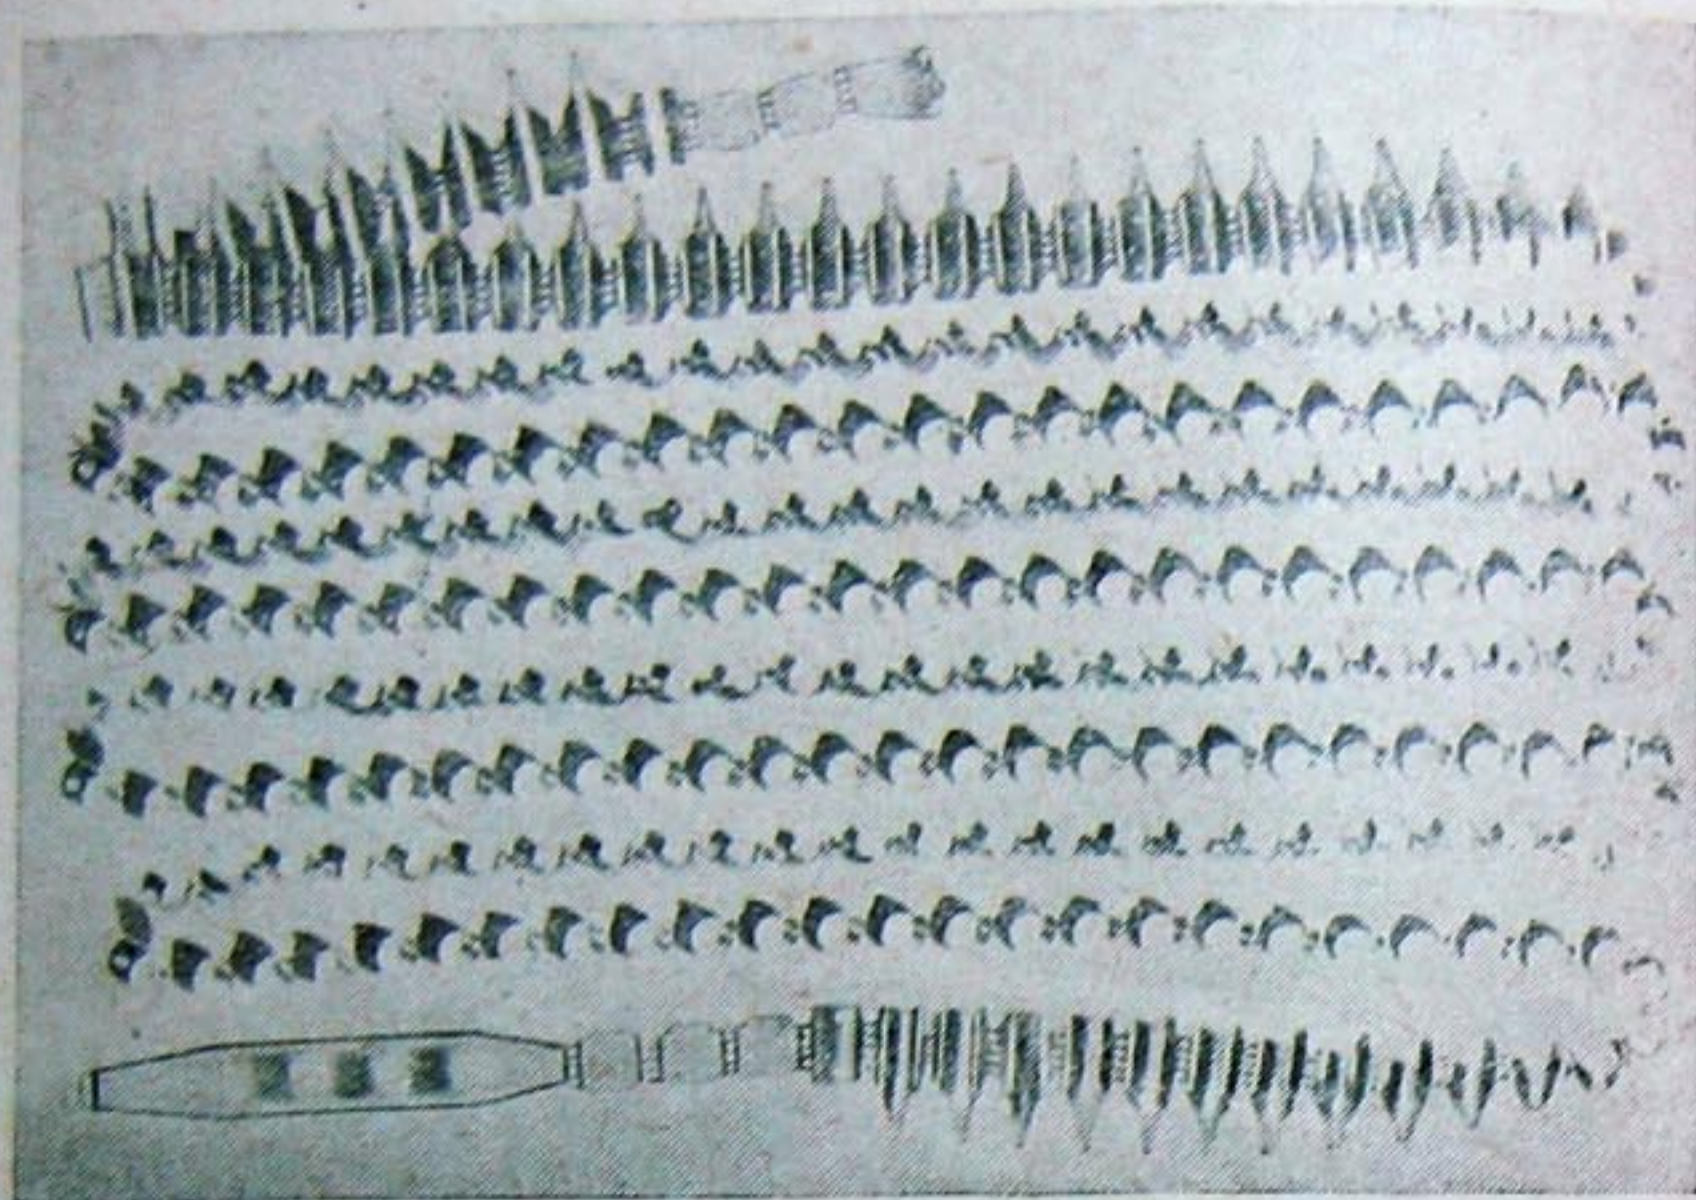

Рис. 4. Патронная лента на 250 патронов
Лента рассчитана на 250 патронов (рис. 4). Если такой ленты нет, то составить
3. Взять ленту (см. рис. 4) патронами вниз, вставить ее наконечник в горловину приемника так, чтобы он касался задней стенки приемника, и продвинуть его до выхода с другой стороны.